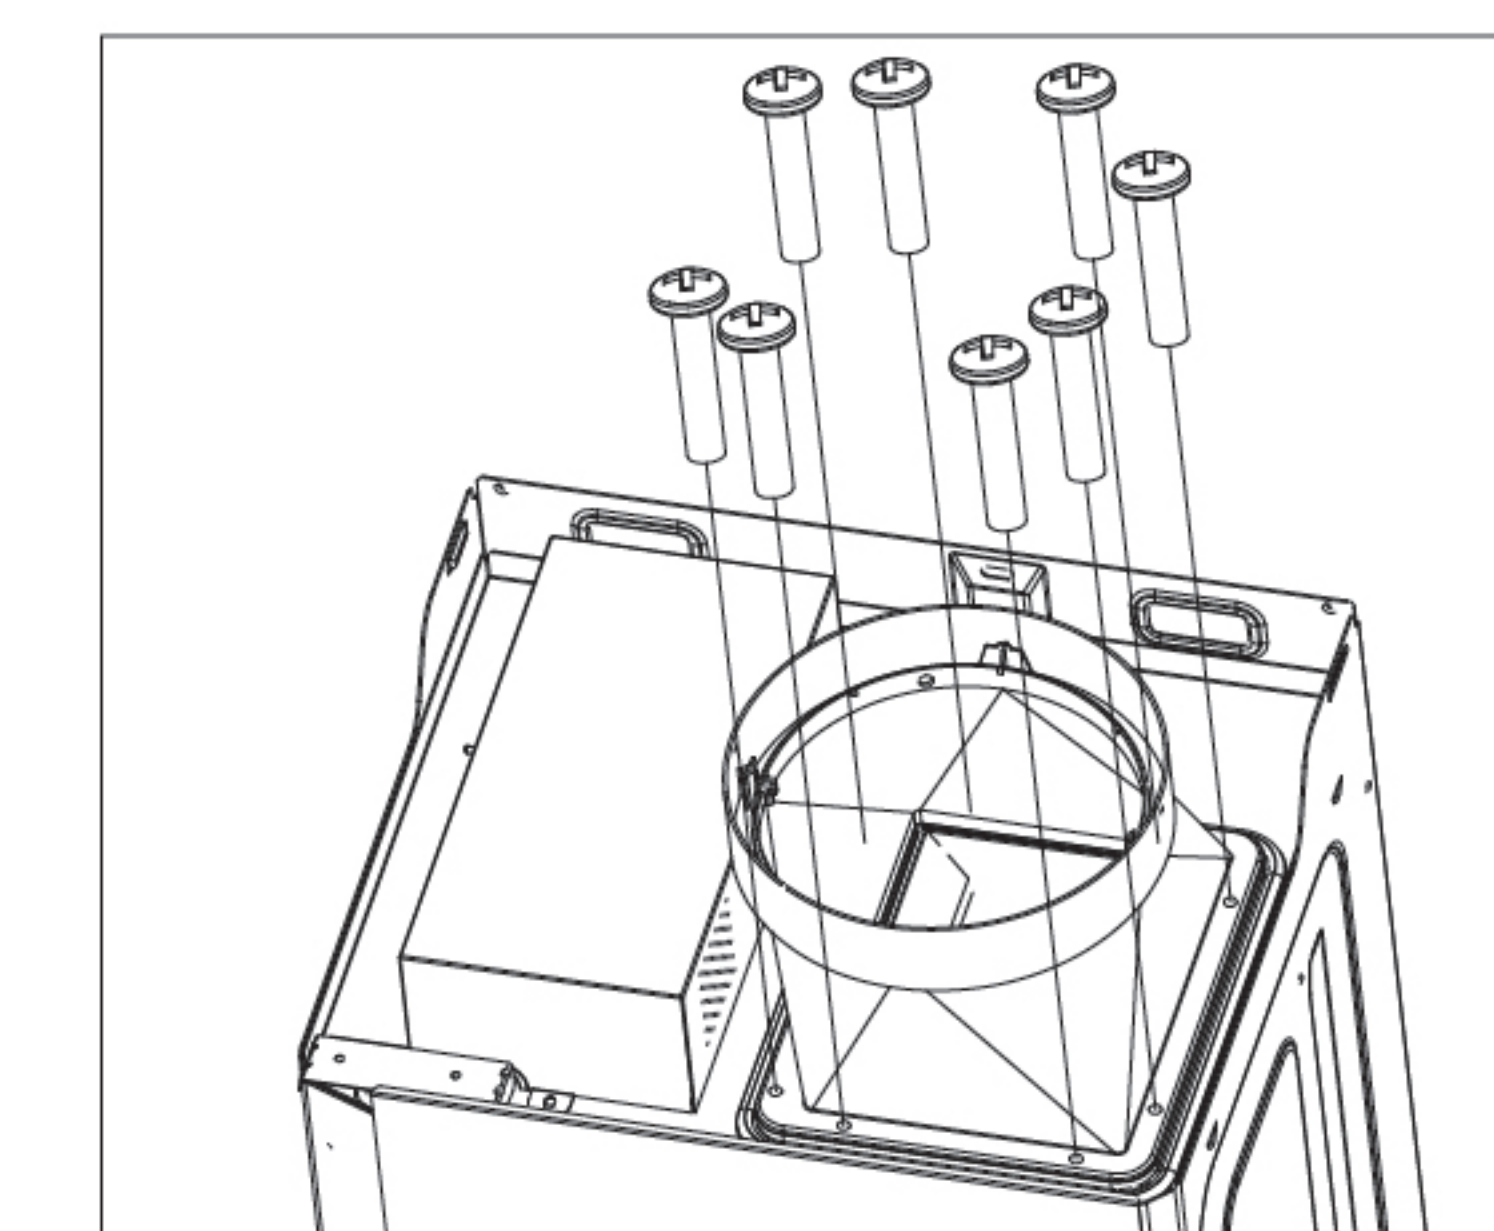

图18
8. 用8颗M4x18螺钉将出风罩及密封圈固定在主机出风口上（如图18所示）。